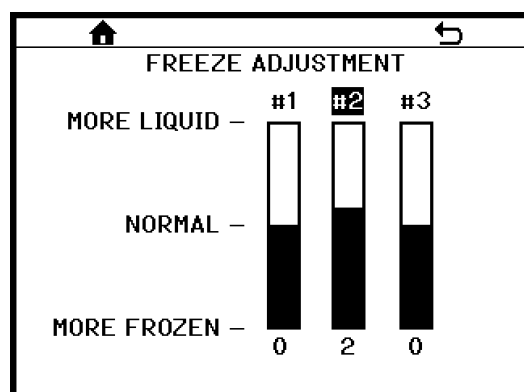

Figura 7.22
- AJUSTE DE CONGELACIÓN: Se utiliza para ajustar el grado de congelación de la bebida (Figura 7.22).
AJUSTE DE CONGELACIÓN (Figura 7.22) - El ajuste permite al agente de servicio hacer la bebida más líquida o más congelada.